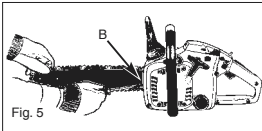

Fig. 5
1. Placer kædesaven så de kan se reguleringsskruer. Skru(D) med uret for at spænde og mod uret for at løse kæden. Vær hele tiden opmærksom på at kæden sidder korrekt på sværdet (Fig. 5).